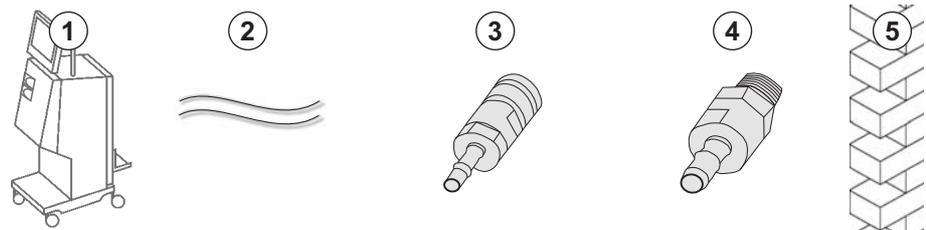

Рис. 4-7 Муфты Aquaboss для централизованной раздачи концентрата
- Муфта концентрата с внутренней резьбой (Рис. 4-7, ③) (сторона аппарата), материал 1.4529 EPDM
- Закрывающий ниппель для концентрата с внешней резьбой AISI 316L (④, сторона стены), материал 1.4529 EPDM
1. Соедините муфту концентрата с внутренней резьбой ③ с трубкой для централизованной раздачи концентрата ②, идущей непосредственно от аппарата.
2. Соедините муфту концентрата с внутренней резьбой ③ с закрывающим ниппелем концентрата с внешней резьбой ④, который закреплен на стене.